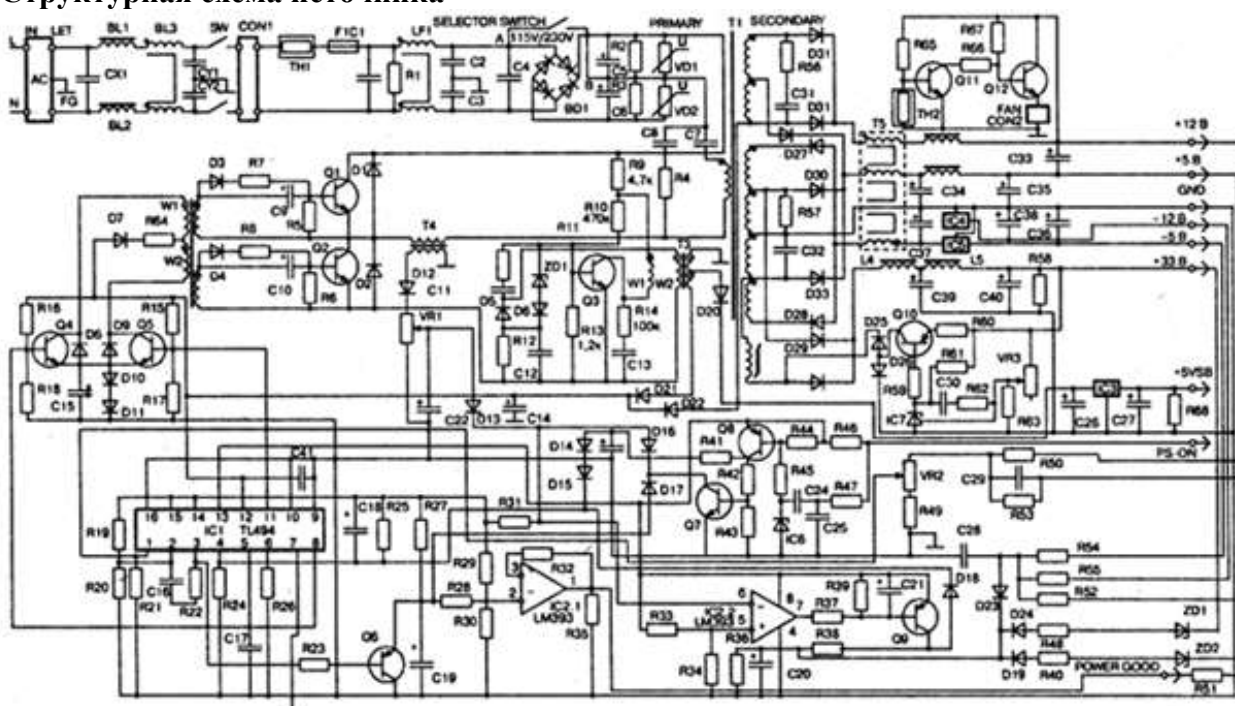

Рисунок 3 - Принципиальная схема блока питания ATX
Структурная схема источника (рисунок 3) состоит из двух функциональных узлов:
2. Используя электрическую принципиальную схему блока питания ПК АТХ форм фактора (рисунок 3), выделить основные элементы схемы.